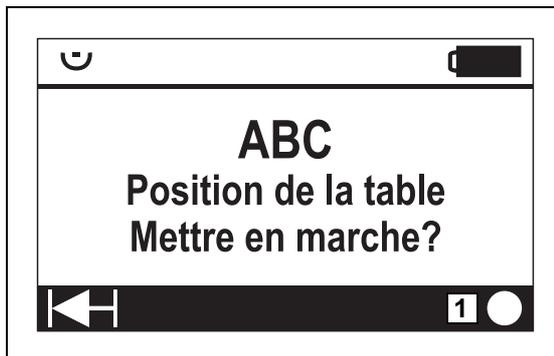

Fig. 84 : Approcher les positionnements
- ☒ Sélectionner la fonction correspondant avec les touches de navigation dans le menu (5).
- Appeler la position (6) (►► Fig. 84),